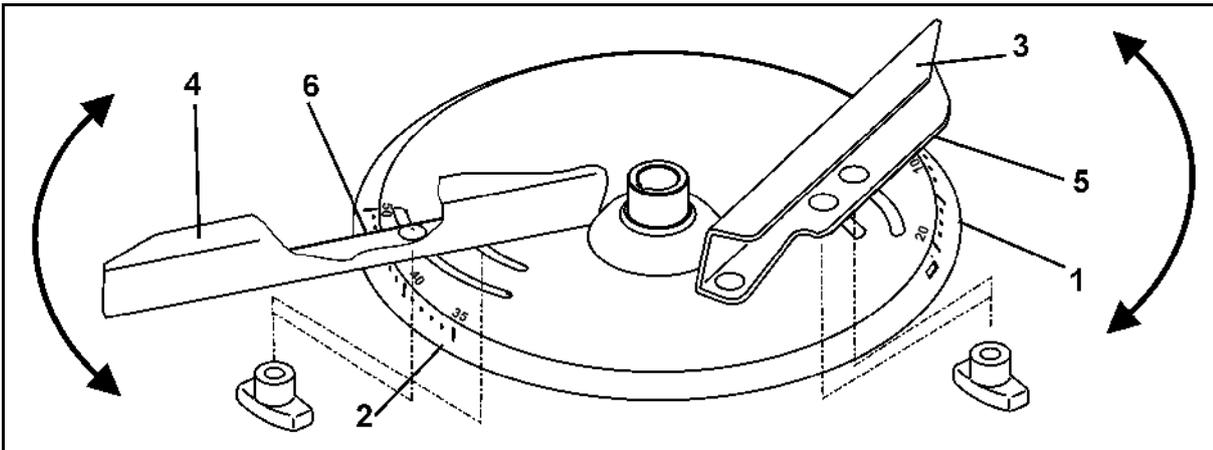

Fig. 73
Zur exakten, werkzeuglosen Einstellung der einzelnen Streuschaufelstellungen sind auf jeder Streuscheibe zwei unterschiedliche, unverwechselbare Skalen (Fig. 73/1 und Fig. 73/2) angeordnet.
- Der kürzeren Streuschaufel (Fig. 73/3) ist die Skala (Fig. 73/1) mit den Werten von 5 bis 28 und der längeren Streuschaufel (Fig. 73/4) die Skala (Fig. 73/2) mit den Werten von 35 bis 55 zugeordnet.
- o Für die kurze Streuschaufel (Fig. 73/3) den Einstellwert an der Ablesekante (Fig. 73/5) ablesen.
- o Für die lange Streuschaufel (Fig. 73/4) den Einstellwert an der Ablesekante (Fig. 73/6) ablesen.
- Das Verschwenken der Streuschaufeln auf einen höheren Zahlenwert der Skala (Fig. 73/1 bzw. Fig. 73/2) bewirkt eine Vergrößerung der Arbeitsbreite.